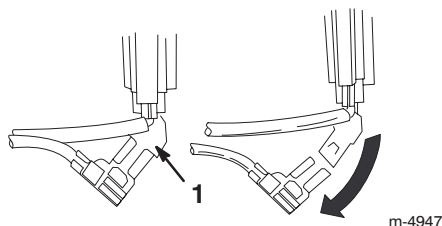

Figure 20
6. Débranchez le clip du fil de terre vert sous le starter (Fig. 20).